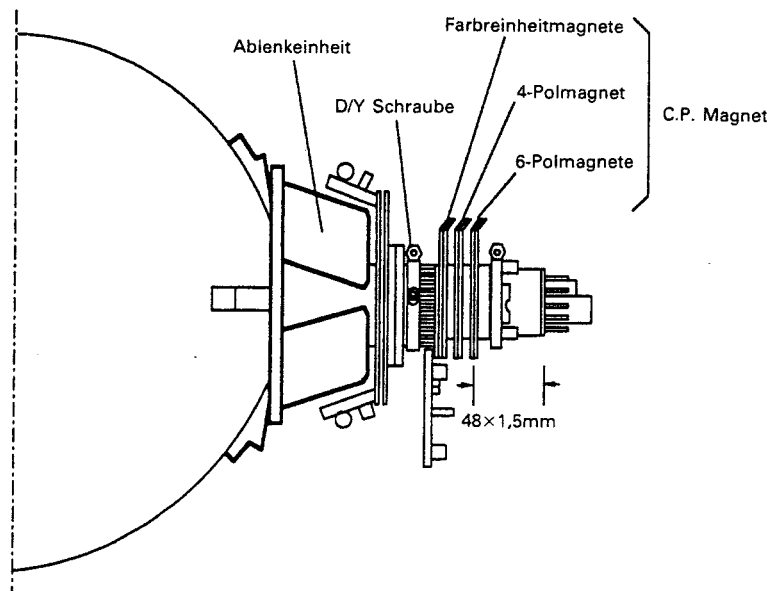

Abb. 14-1
- (1) Entfernen Sie die Ablenkeinheit und die Gummikeile die auf der Bildröhre befestigt sind. Beachten Sie daß Sie das Glas der Bildröhre nicht beschädigen.
- (2) Reinigen Sie die Klebestellen für die Gummikeile auf der Bildröhre und an der Ablenkeinheit.
- (3) Die Ablenkeinheit voll auf den Bildröhrenhals bis zum Glas schieben.
- (4) Die Konvergenzmagneteinheit auf dem Hals der Bildröhre befestigen sodaß der Abstand der 6-Polmagnete und das Ende der Bildröhre  $48 \pm 1,5\text{mm}$  beträgt. (Siehe Abb. 14-1)
- (5) Die Front der Bildröhre und die Seiten der Bildröhre entmagnetisieren mit einer Entmagnetisierungsspule.